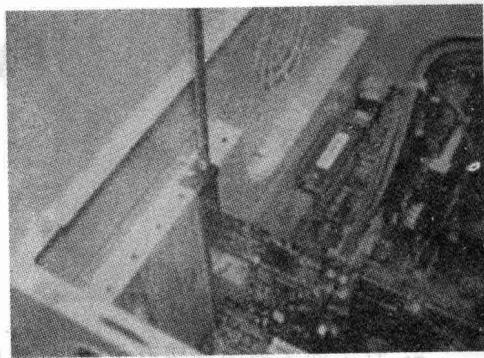

图 2-22
3. 选择适当的螺丝钉适度拧紧挡板即可。如图 2-22 所示。